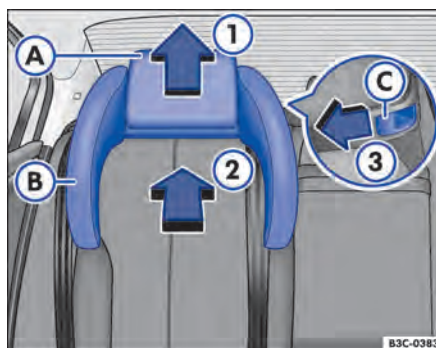

Fig. 84 Cadeira de criança integrada: encaixar os apoios para cabeça laterais.
- Empurrar o apoio para cabeça ⇒ Fig. 84 A para cima 1.
- Empurrar o apoio para cabeça ⇒ Fig. 84 **A** para cima **1**.
- Empurrar o botão de destravamento ⇒ Fig. 84 **C** no sentido da seta **3** para poder retirar o apoio para cabeça lateral.